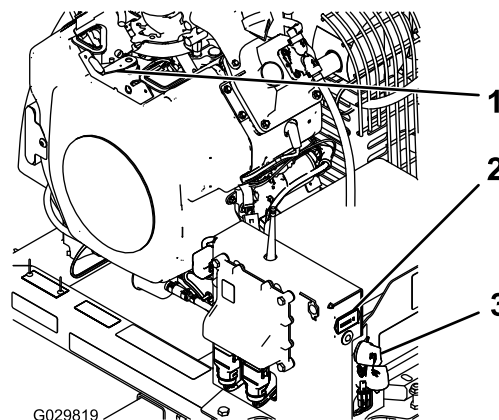

Рисунок 12
3. Поверните ключ зажигания двигателя в положение START (ПУСК) (Рисунок 12).
3. Прежде чем покинуть машину, поверните ключ в положение OFF (ВЫКЛ.) и выньте его из замка зажигания (**Рисунок 12**).